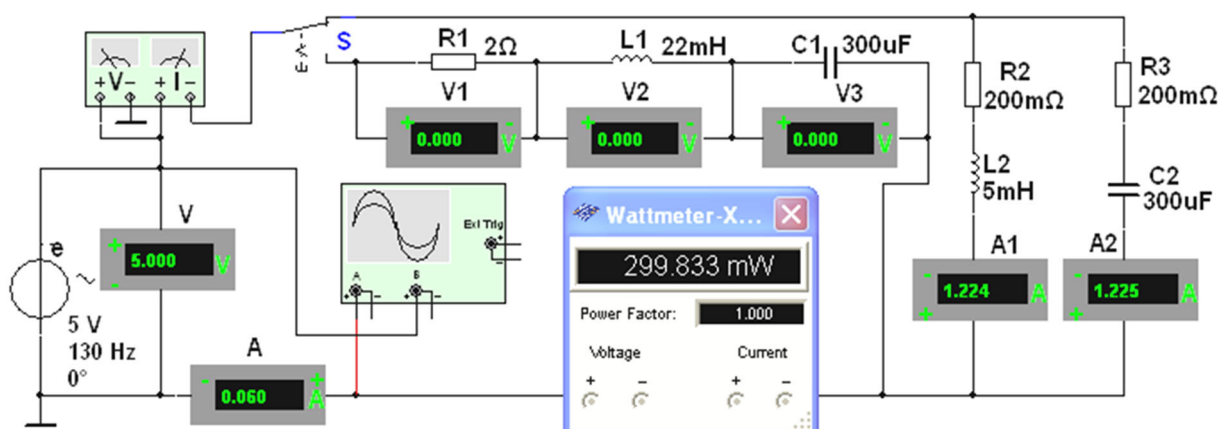

Рис. 5.9
**Задание 4.** Запустить среду MS10. Открыть файл **5.9.ms10**, размещённый в папке **Circuit Design Suite 10.0**, или собрать на рабочем поле среды MS10 схему (рис. 5.9) для исследования резонансных явлений в колебательных контурах, и установить параметры её элементов (см. табл. 5.1), а также сопротивления  $R_A = 1$  МОм амперметров **A1**, **A2** и **A3** и  $R_V = 10$  МОм вольтметров **V**, **V1** и **V2**, режим **АС** работы измерительных приборов.